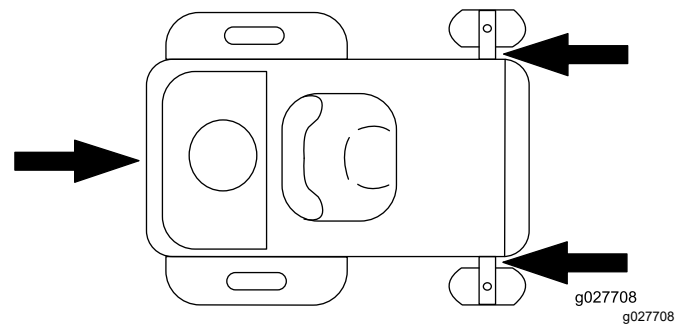

Figura 31
6. Amarre la máquina junto a las ruedas giratorias delanteras y el bastidor trasero con correas, cadenas, cables o cuerdas (Figura 31). Consulte la normativa local respecto a los requisitos de amarre.